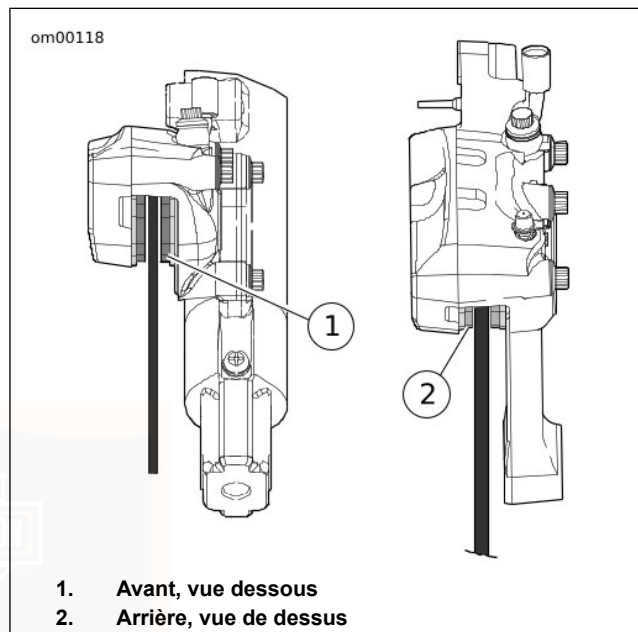

Figure 58. Matériau de friction des freins
1. Voir Figure 58. Vérifier le disque de frein arrière à mesure qu'il tourne. Le disque doit rester centré dans l'étrier de frein.